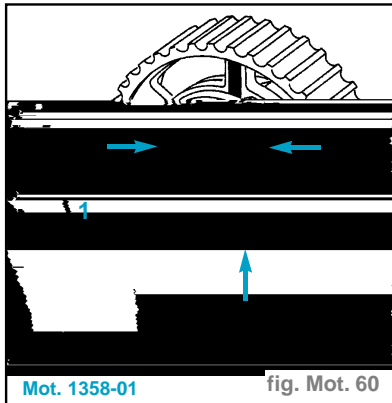

fig. Mot. 60
- Engager l'outil Mot. 1358-01 dans les trois ouvertures du flasque (B). (fig. Mot. 60)
- à l'aide de l'outil Mot. 1358-01 effectuer le calage en tournant l'outil dans le sens anti-horaire jusqu'à la valeur de calage (fig. Mot. 60).